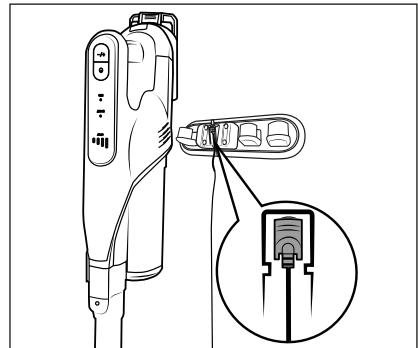

Fig. 6
- ◆ Insérez l'aspirateur par le haut dans le support mural **17**, afin que la fiche creuse **10** glisse dans la prise de recharge **2** en dessous de l'appareil. L'indicateur de batterie **26** se met à clignoter et la recharge débute (voir fig. 6 et 7).